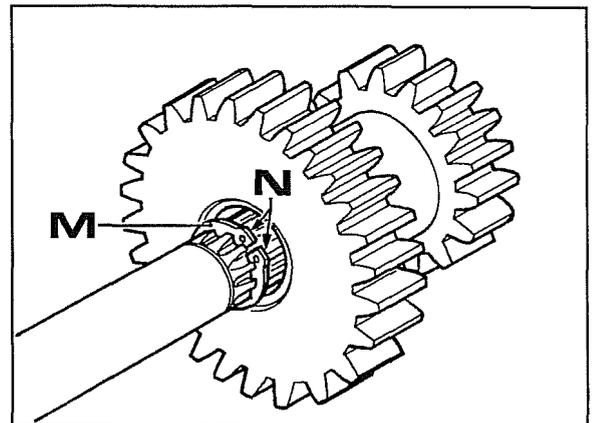

Abb. 6
- Der Seegerring **M** Abb. 6, der beim Herausziehen der Zapfwelle unweigerlich beschädigt wird, muß ersetzt werden. Dabei unbedingt beachten, die Vorsprünge **N** Abb. 6 mit einer Schleifscheibe zu senken, bis sie sich auf der Höhe der Aufnahmebohrer befinden. Dieser Vorgang ist erforderlich, damit man die Welle in das Doppelzahnrad stecken kann, ohne den neuen Seegerring und die neuen Buchsen zu beschädigen.